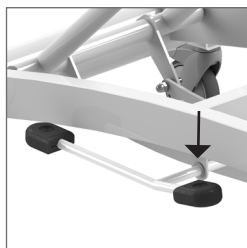

Figura 4. Movimiento hacia abajo.
- El carro baja presionando la parte corta del pedal (*Ver figura 4*).